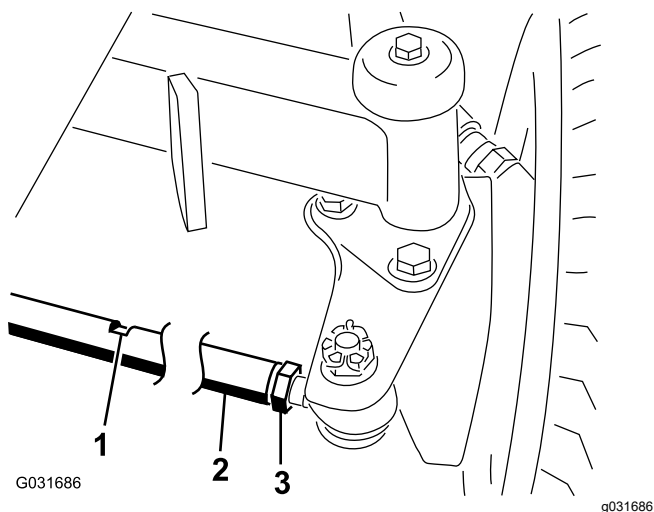

Figura 50
2. Afloje las contratuercas de ambos extremos del tirante (Figura 50).